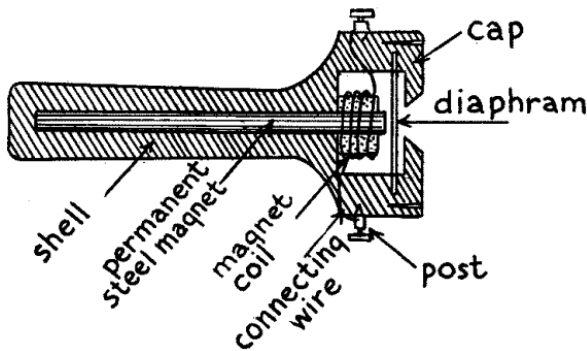

Fig. 62 – Vista en sección del receptor telefónico de Bell
Cómo es un receptor telefónico Bell.— Un receptor telefónico normal consta de tres partes principales: (1) un cuerpo y una tapa de goma dura o material compuesto, (2) un imán permanente de barra con una bobina de hilo fino de cobre bobinada en un extremo, y (3) un disco o *diafragma* de hierro dulce, en la *Fig. 62* puede verse un corte. El imán de barra está sujeto en el mango y su extremo sobresale hasta $\frac{1}{32}$ de pulgada del diafragma que está sujeto en el extremo del cuerpo y donde se atornilla la tapa.
Cómo funciona un auricular.— En los cortes de las *Figs. 62 y 63* podemos ver que no hay unión eléctrica o mecánica entre el diafragma y el resto del receptor. Cuando pasan por las bobinas las débiles corrientes, que han sido rectificadas por el detector, o la pequeña corriente de la batería *B*, la barra magnética se energiza más que cuando no pasa la corriente. Esta energía magnética añadida atrae más al diafragma. Por otra parte, cuando cesa la corriente se reduce la fuerza magnética y el diafragma vuelve a su posición original. Al variar la corriente que pasa por las bobinas el diafragma vibra siguiendo esta corriente y emite ondas sonoras.